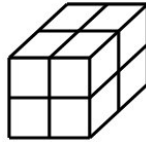

Abbildung 1: 2x2x2-Würfel
a) Weisen Sie anschließend jeder Würfelzelle aus Abbildung 1 und 2 eine eindeutige Nummer zu, indem Sie hierzu die Formel zur multidimensionalen Array-Speicherung verwenden.
c) Beschreiben Sie jeweils einen Index auf die Würfelzellen aus Abbildung 1 und 2 (hier reicht es von Z-Wert 1–17!) mit Hilfe einer Z-Kurve.